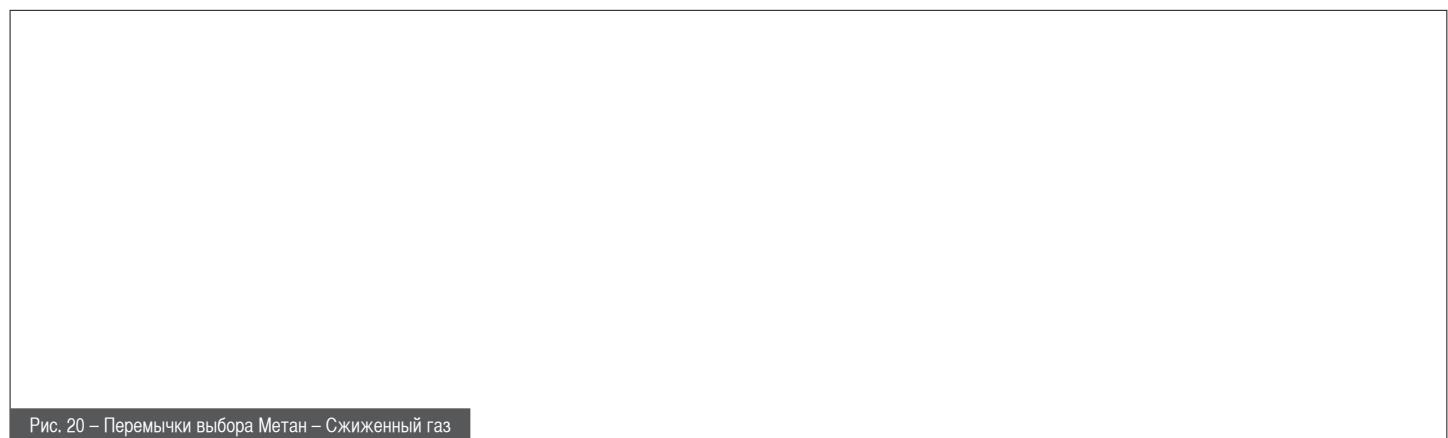
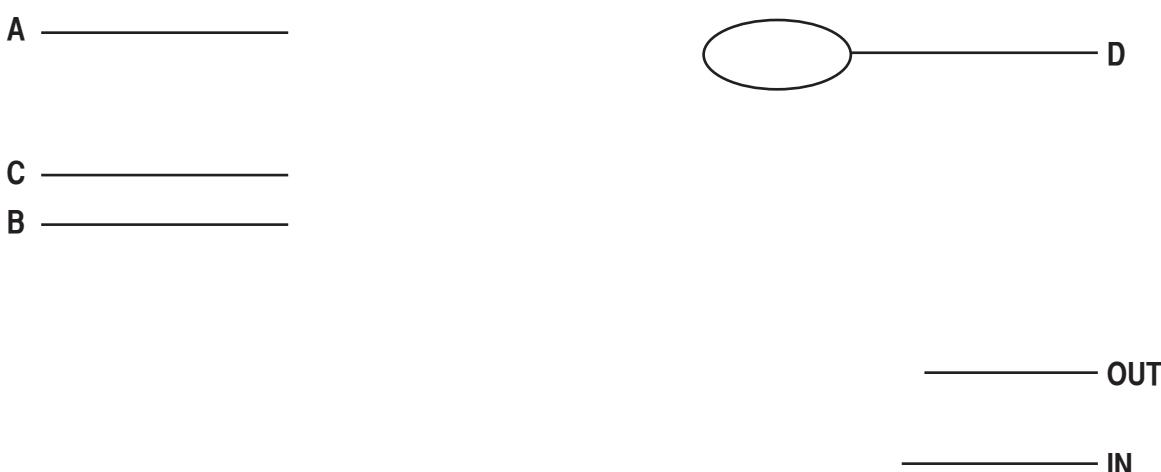

Рис. 20 – Перемычки выбора Метан – Сжиженный газ
Рис. 21 – Регулировка газового клапана
- на электронной плате переместить перемычку CM1 (CH4-GPL) в положение GPL - сжиженный газ (Рис. 20).
- на электронной плате переместить перемычку CM1 (CH4-GPL) в положение CH4 - метан (Рис. 20).
- снять пластмассовый колпачок A (Рис. 21), расположенный на бобине модулятора, который защищает регулировочные винты регулятора давления;
- подсоединить микроманометр к штуцеру IN (Рис. 21) для проверки давления на входе газового клапана или к штуцеру OUT (Рис. 20) для проверки давления на горелке;
- для УВЕЛИЧЕНИЯ давления на горелке вращать латунную гайку B (Рис. 21) ПО ЧАСОВОЙ СТРЕЛКЕ и для УМЕНЬШЕНИЯ давления вращать ее ПРОТИВ ЧАСОВОЙ СТРЕЛКИ
- снять разъем с бобины регулятора D (Рис. 21);